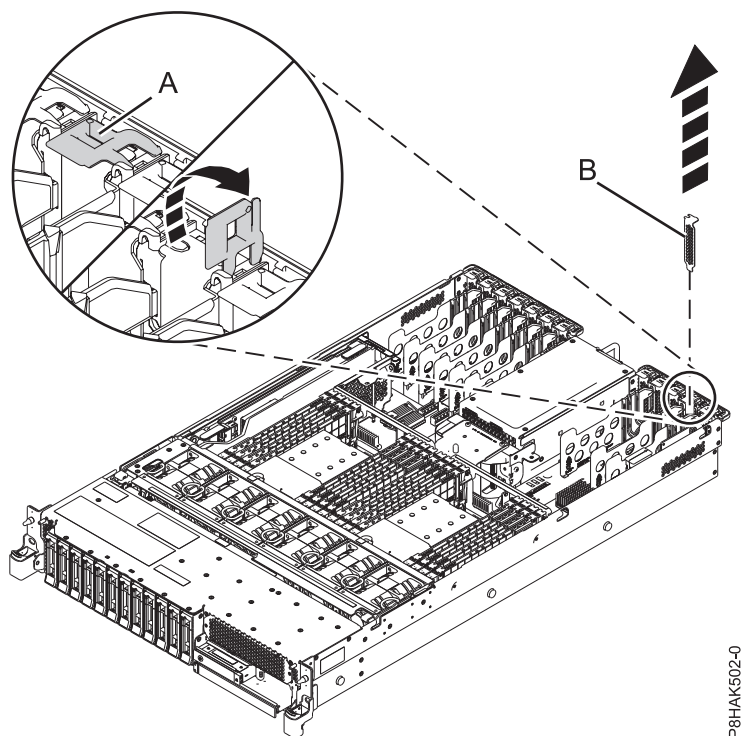

Figura 2. Extracción de un relleno de una ranura adaptador PCIe en un sistema 5148-21L, 5148-22L, 8247-21L, 8247-22L, 8284-21A o 8284-22A
Para extraer el relleno, sostenga con cuidado el relleno (B) por el borde superior o la contrapunta, y extráigalo del sistema. Consulte la Figura 2.